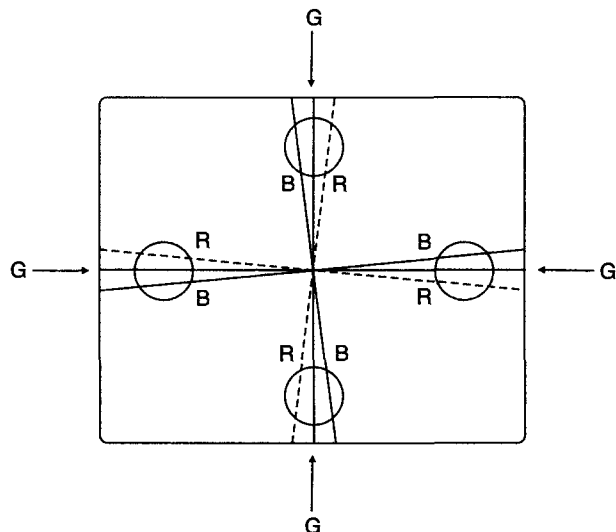

Рис. 10. Расположение цветных зон
14. Снимают временно установленный резиновый клин (позиция D на рис. 9) и, наклоня фронтальную часть ОС вверх или вниз, добиваются наилучшего сведения перекрещивающихся вертикальных и горизонтальных красных и синих линий (рис. 10). Не снимая защитной бумаги с липкого слоя резиновых клиньев, временно помещают их между ОС и кинескопом (позиция A и D на рис. 9).
15. Наклоняя фронтальную часть ОС вправо или влево, добиваются наилучшего сведения параллельных вертикальных и горизонтальных красных и синих линий (рис. 10). Не снимая защитной бумаги с липкого слоя резиновых клиньев, временно помещают их между ОС и кинескопом (позиция E и C на рис. 9).